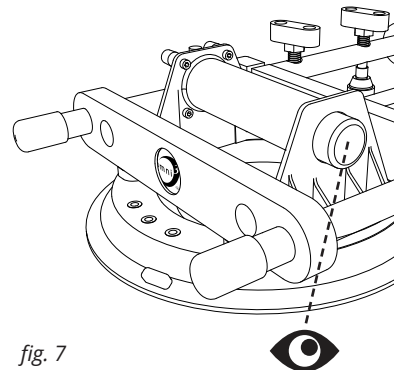

fig. 7
4. Surveillez continuellement les pompes manuelles jusqu'à ce que l'adhésif soit sec en s'assurant que la bande d'avertissement rouge ne soit pas visible. Si la bande d'avertissement rouge apparaît, re-pomper les pompes manuelles activées par un doigt. (voir fig. 7)